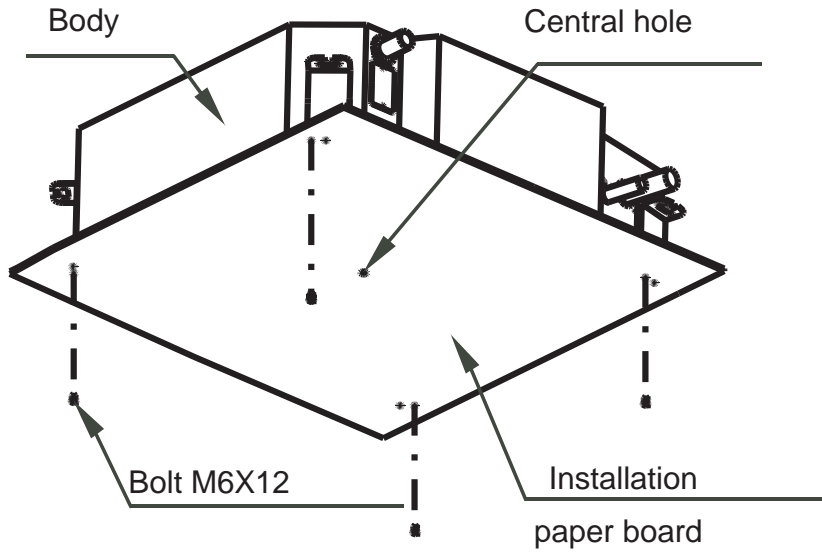

Fig.6
1. Utilizzare il profilo d'installazione (fornito con il pannello) per decidere la posizione delle viti di sospensione. La Fig.6 , e la Fig 7 illustrano i rapporti fra le dimensioni.